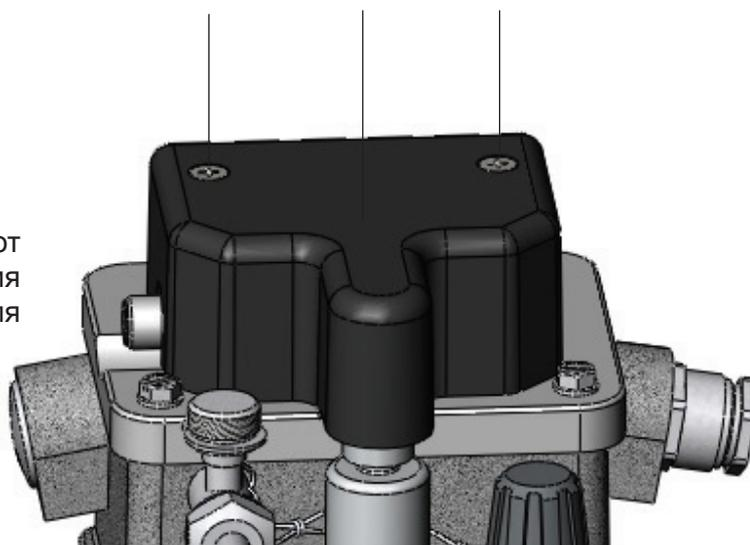

Рис. 4 - Крышка с кожухом
- Отвинтить 4 винта М5 (рис. 4/1)
- Снять кожух (рис. 4/2)